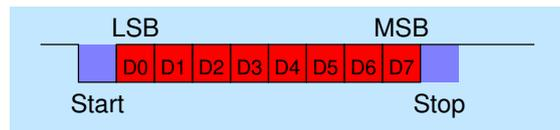

Abbildung 6: Übertragung eines Bytes mit 19200,1N8
Ein noch immer wichtiges Beispiel für eine serielle Schnittstelle ist die in RS232 und V.24 genormte serielle Schnittstelle. Sie ermöglicht mit nur zwei Leitungen (und Masse) eine asynchrone, bidirektionale voll duplex-Verbindung. Mit einer Leitung (plus Masse) ist eine asynchrone, unidirektionale Verbindung möglich. Abbildung 6 zeigt ein Beispiel für die Übertragung eines Bytes über eine RS232-Verbindung. Begonnen wird immer mit dem Start-Bit, es folgen die (hier)
- Signal-Zeit-Diagramm siehe Abbildung 6